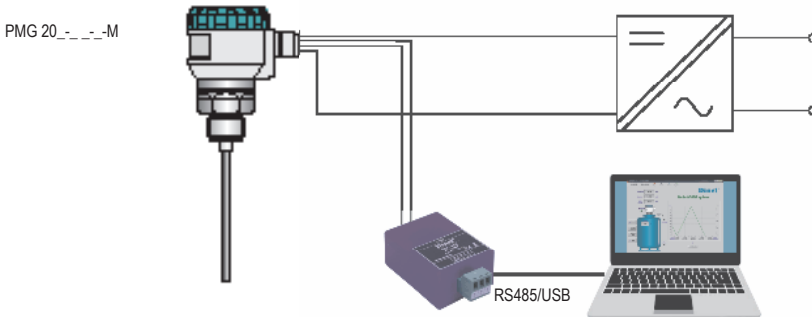

Abb. 29: Anschluss der Peripherie-Geräte mit Modbus-Protokoll
Eine universelle Kommunikationsschnittstelle für die Kommunikation der Peripherie-Geräte mit dem Füllstandsmesser. Die Datenkommunikation erfolgt über serielle Leitung im Standard RS-485 und mit dem Modbus RTU-Protokoll. Die Liste der jeweiligen Variablen ist einem separaten Anhang zu entnehmen. Zur Einstellung des Füllstandsmessers und Erfassung der gemessenen Daten kann die Software-Anwendung „Basic SCADA level“ verwendet werden, die auf der Webseite [www.dinel.cz](http://www.dinel.cz) frei verfügbar ist. Der Anschluss zum Peripherie-Gerät kann über Konverter URC-485 erfolgen, siehe Abb. 29.
1. Erwärmen Sie die Verbindungsstelle der Elektrode und Elektrodenhalterung (siehe Abb. 29 und 30) mit einer Heißluftpistole auf ca. 120–150 °C (bzw. 220–250 °C bei Hochtemperaturversion) .